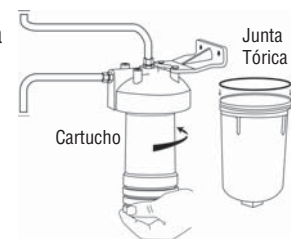

Figura 11
11. Instale el cartucho enroscándolo al cabezal unas 5 ó 6 vueltas. No lo apriete demasiado. Lubrique la junta tórica con una película delgada de lubricante con base de silicona y póngalo en la ranura del armazón. Enrosque el armazón al cabezal de nuevo, apretándolo con la mano. Usar la llave para apretar el armazón podría dañarlo y resultar en pérdida de agua. (Figura 11)